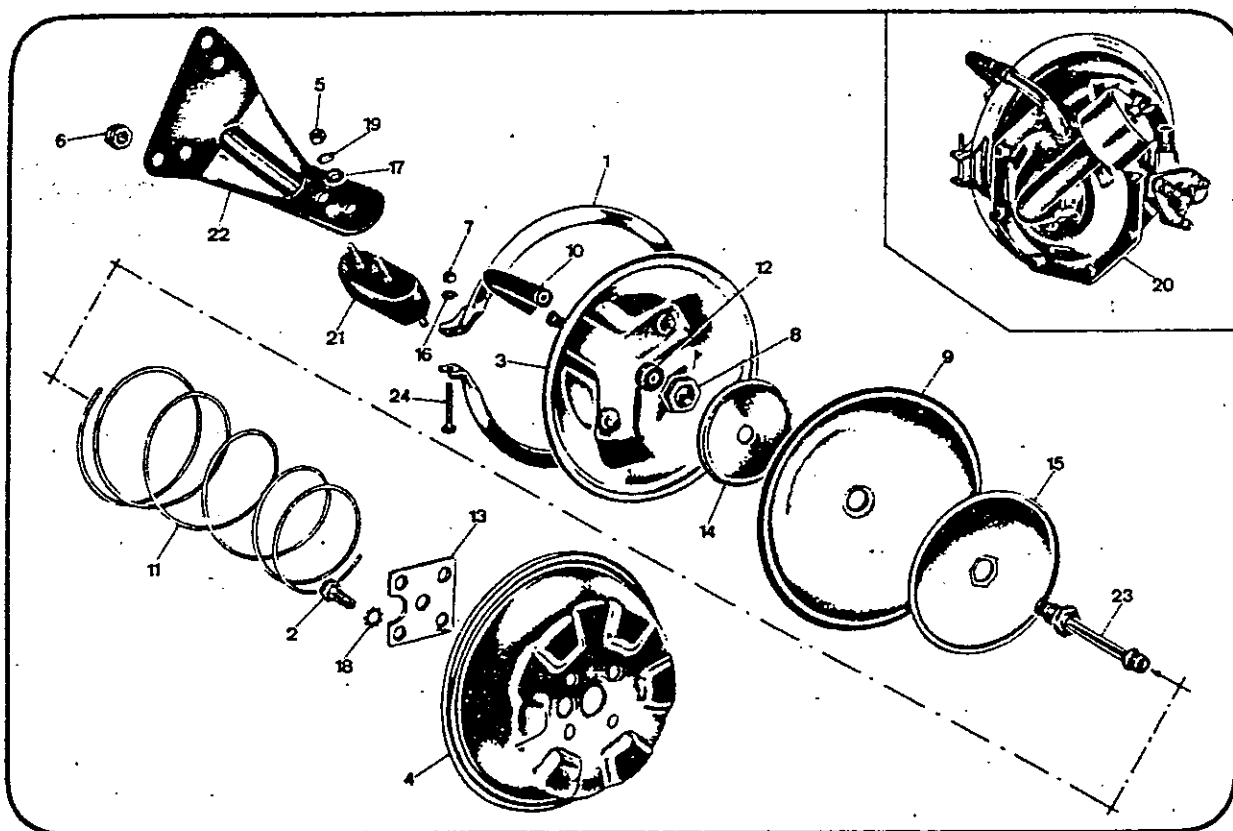

Fig. 05/05 - Boîte à dépression servo-frein (Du Catalogue Pièces Détachées)
- Contrôler que la membrane (n. 9 - fig. 05/04) ne soit pas déformée, rayée ou renflée.
- Si les joints pour boîte à dépression et distributeur (n. 6 - 8 - fig. 05/03) ont été remplacés, il faut les tremper à l'avance dans un bain d'huile pour freins et les faire égoutter.
- Les vis de fixation boîte à dépression servo-frein (n. 2 - fig. 05/05) et fixation distributeur au maître-cylindre (n. 18 - fig. 05/04) doivent être enduites, avant le vissage, d'adhésif BLUESTOP (Jean Brassart).